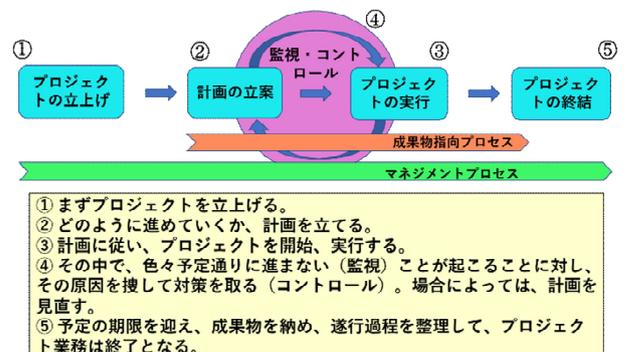

図2 プロジェクト業務の遂行過程
プロジェクト業務の遂行過程は基本的には図2の通りであるが、最も重要なのは①の立上げと②の実行計画立案である。そして、実行にあたってメンバーがプロジェクト業務のために活動できる時間をしっかり確保できることが基本である。